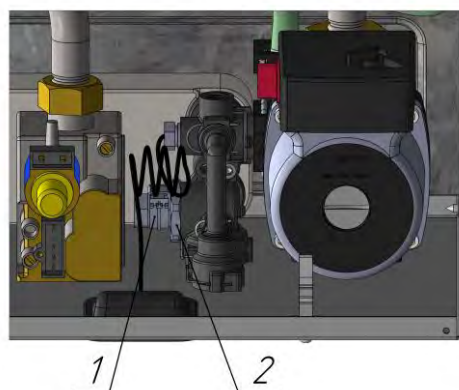

Рис. 17 Демонтаж датчика протока
- снять датчик холла (1), см. рисунок 17;
- ключом рожковым S32 выкрутить датчик протока (2);